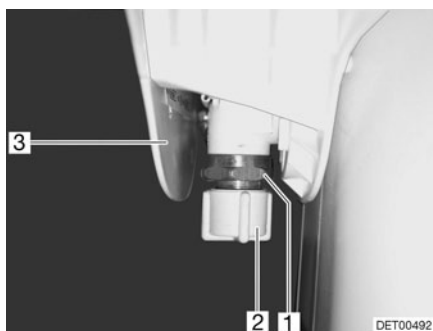

Fig. 242 Válvula del inodoro por vacío
- Quitar la tapa (Fig. 242,3).
- Destornillar el capuchón de cierre (Fig. 242,2).
- Colocar un recipiente apropiado debajo de la válvula (Fig. 242,1).